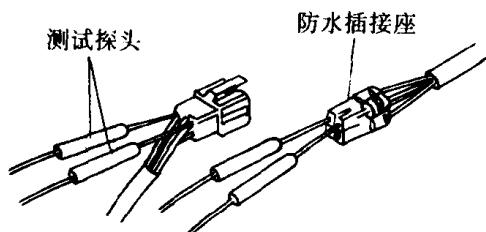

图 1-9 插接头的测试方法
3. 用万用表测量导线端子之间的电压和电阻时，应该从插接座后部进行测量。如果是防水型插接座，则不要打开其后部，可以直接从插接件前方测量。如图 1-9 所示。